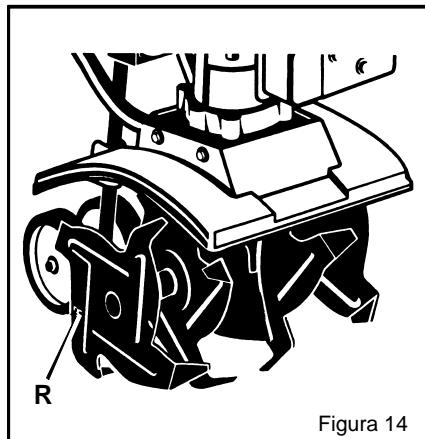

Figura 14
3. Cuando los dientes se instalan correctamente, se verá la letra R en el lado exterior del **diente derecho** (Figura 14). La letra L aparecerá en el lado exterior del diente izquierdo.